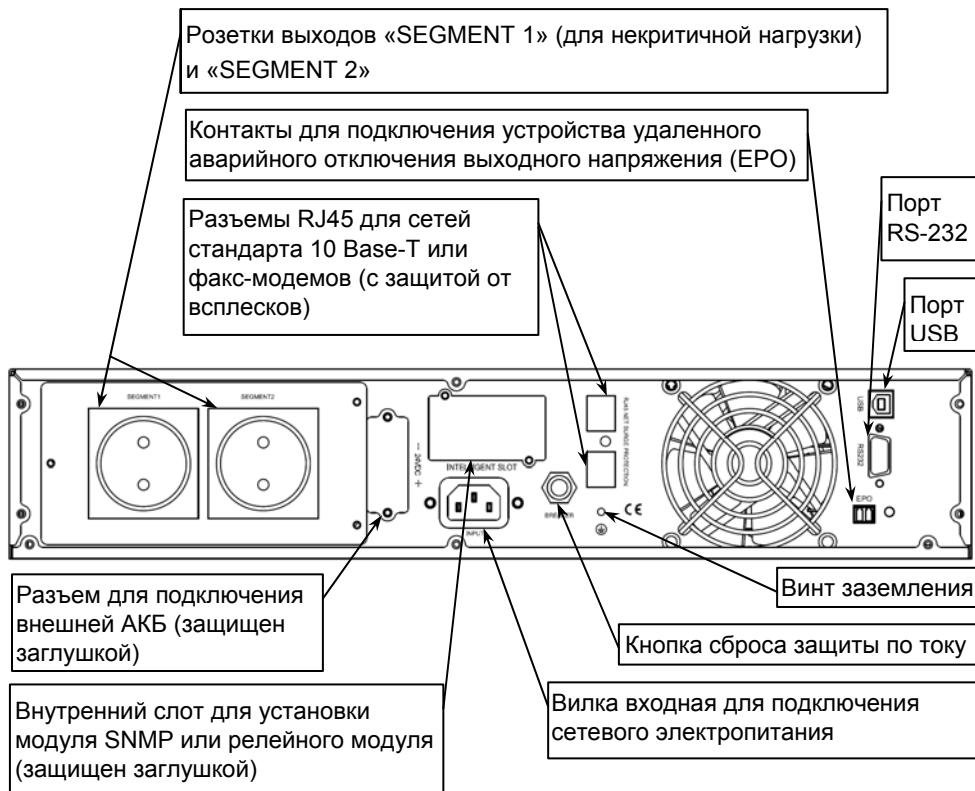

Рисунок 2 – общий вид задней панели изделия
На задней панели изделия расположены: входной и выходные разъемы, разъем для подключения внешней аккумуляторной батареи, кнопка сброса срабатывания защиты по току (срабатывание защиты происходит при превышении уровня входного тока выше допустимого), вентиляторы охлаждения и разъемы коммутационных портов (см. рисунок 2).
Разместите изделие в шкафу и закрепите его на передних стойках. Соедините винт заземления изделия (см. рисунок 2) с контуром заземления телекоммуникационного шкафа перемычкой заземления (в комплект поставки не входит).
- Подключить к выходным розеткам изделия кабели питания нагрузок (см. рисунок 2).